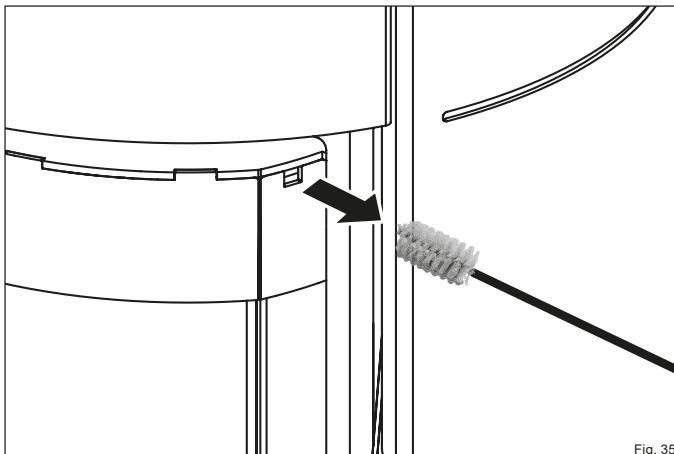

Fig. 35
- Retirez la brosse de l'ouverture de nettoyage (Fig. 35).